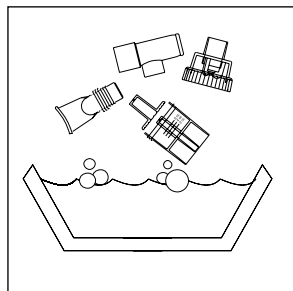

Figure 9
1. Laisser tremper les pièces pendant 30 minutes dans une solution de trois parts d'eau chaude et une part de vinaigre blanc, dans un récipient ou bol propre (**Figure 9**) Ou utiliser un désinfectant bactérien germicide médical, disponible chez le fournisseur. En ce qui concerne le nébuliseur réutilisable, le nettoyer tous les jours dans le panier supérieur du lave-vaisselle. Suivre à la lettre les instructions du fabricant.